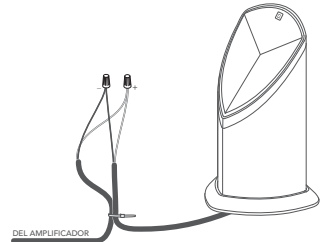

Figura 7
2. Empezando por el altavoz más alejado del amplificador, pele 3/4 de pulgada de aislamiento en el extremo cortado de los cables de entierro para el canal de amplificador apropiado, según las tablas siguientes; a continuación, pele el aislamiento de los extremos del cable flexible del altavoz correspondiente (ver figura 7).
3. Conecte el cable de entierro al cable flexible del altavoz con una brida de alambre (ver figura 7).